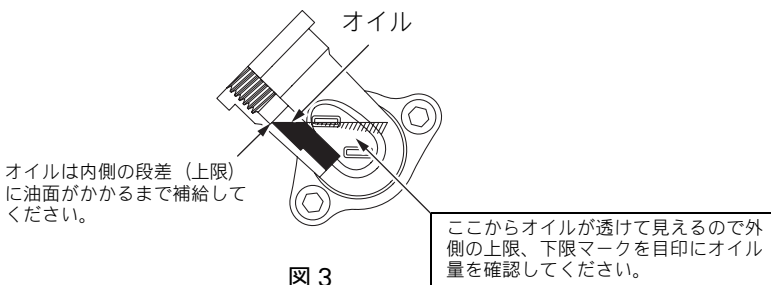

図 3
- 不足している場合（下限位置付近までオイル油面位置が低い場合）は、上限位置までオイルを補給してください（図3）。
- (1) エンジンを水平にし、オイルキャップをはずしてください。
- (2) オイルを上限位置まで補給してください(前頁図 3)。注入の時は、オイルボトルを使用してオイルを注入してください。
- (3) オイルキャップを確実に締め付けてください。締め付けがゆるいとオイルが漏れることがあります。